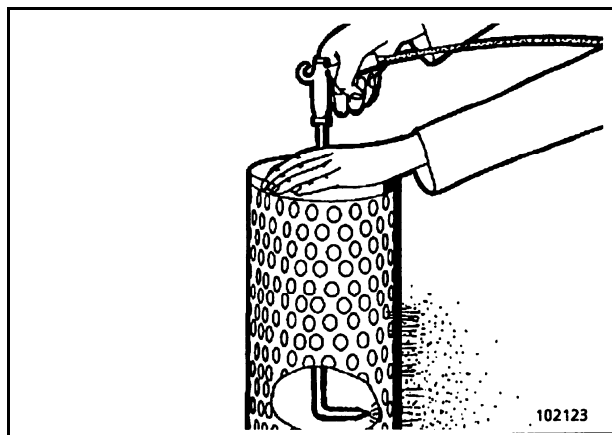

Fig. 3-28:
- ⇒ Soplar el elemento filtrante (Fig. 3-28:) por aire comprimido seco desde el interior hacia fuera moviendo la pistola de aire comprimido de arriba hacia abajo.